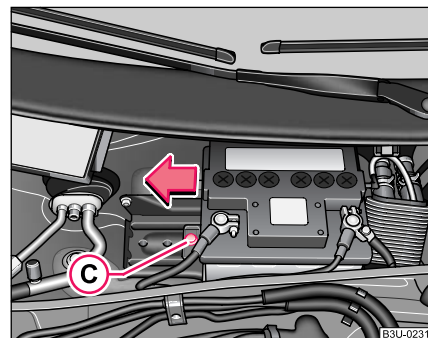

Fig. 162 Compartimentul motorului: Bateria ▶
- Deșurubați șuruburile **(C)** ⇒ pagina 215, Fig. 162 și scoateți placa de siguranță.